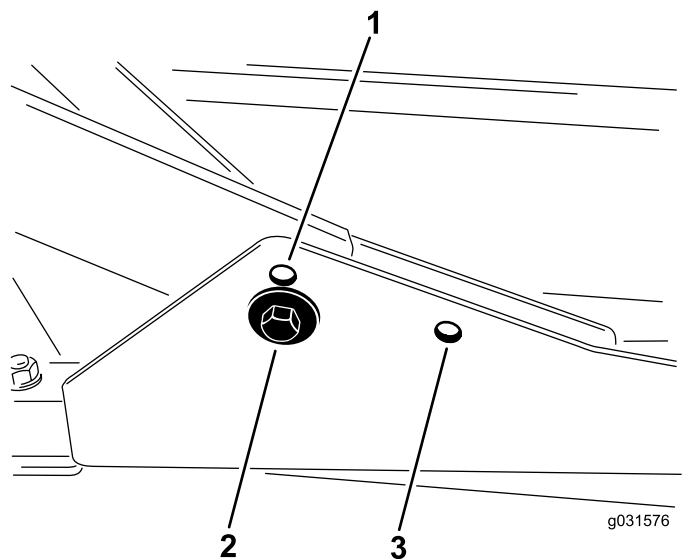

Figure 16
1. Pour les hauteurs de coupe entre 2 et 7,6 cm, montez les bâtis porteurs avant dans les trous inférieurs avant (Figure 16).
2. Pour les hauteurs de coupe entre 6,3 et 10 cm, montez les bâtis porteurs avant dans les trous supérieurs avant (Figure 16).
Quelle que soit la hauteur de coupe, le plateau de coupe arrière doit être monté dans les trous de montage arrière (Figure 16).